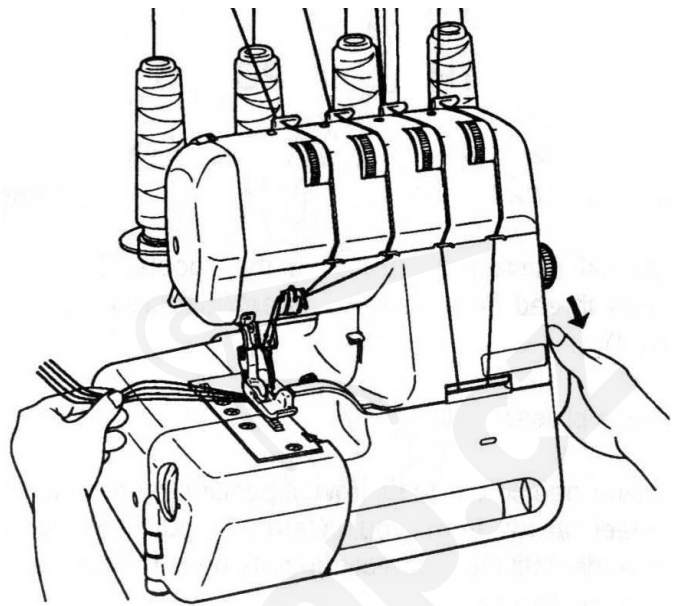
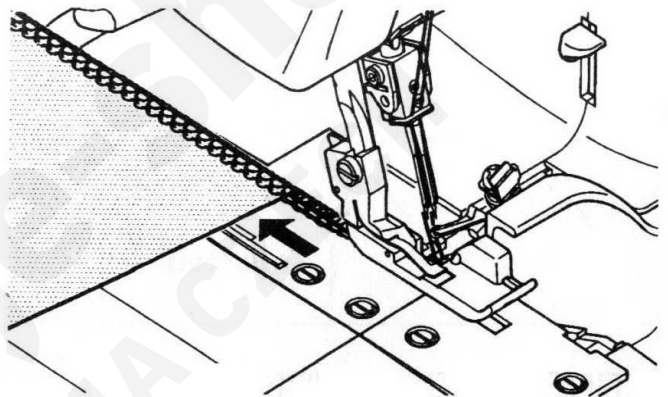

Fig. 1
Fig. 2
- Den Greifer der Abbildung nach herausnehmen (Abb. 1)
An den Obergreifer soll man den Zweifadengreifer (Blindgreifer) montieren, so wie es auf den Abb. 2 und 3 gezeigt wurde.
Wenn sich die Stoffkante während des Nähens aufrollt, soll man den Wert „5“ einstellen (Abb.1). Wenn die Naht hinter der Stoffkante gebildet wird, soll man den Wert auf „7“ vergrößern (Abb. 2).